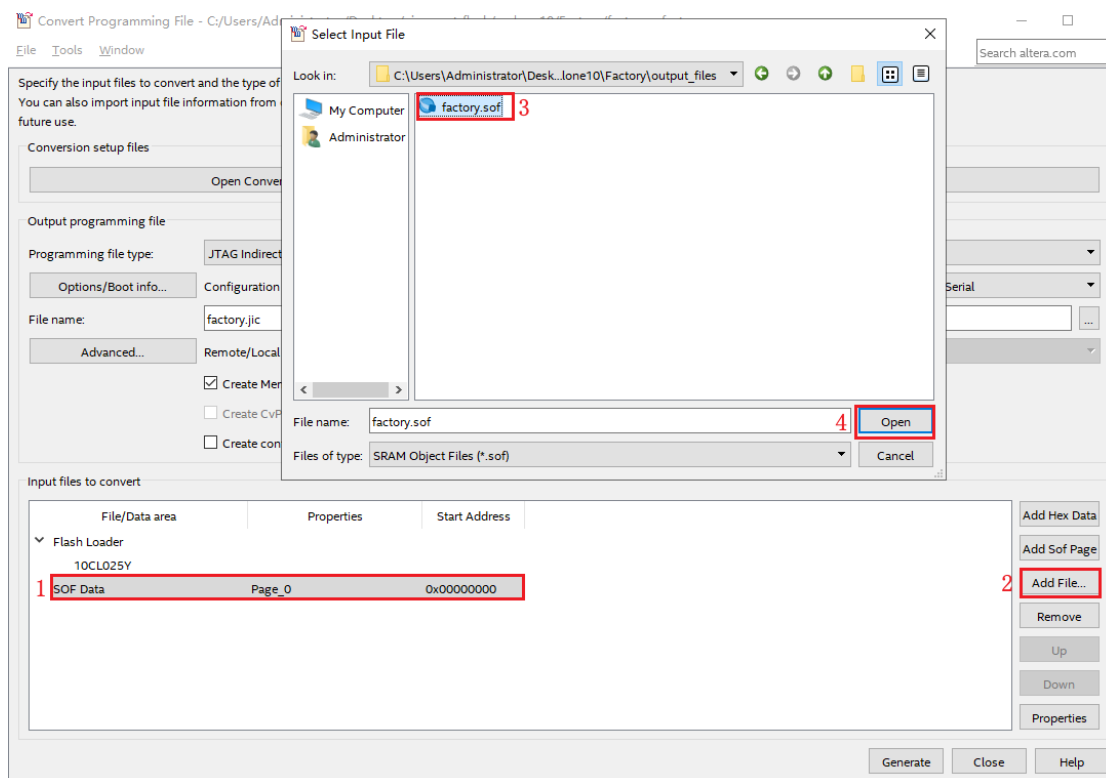

图 1-5 添加 factory.sof 文件
(3) 点击 SOF Data->Add File, 添加 Factory 工程生成的 SOF 文件, 如下图 1-5 所示。